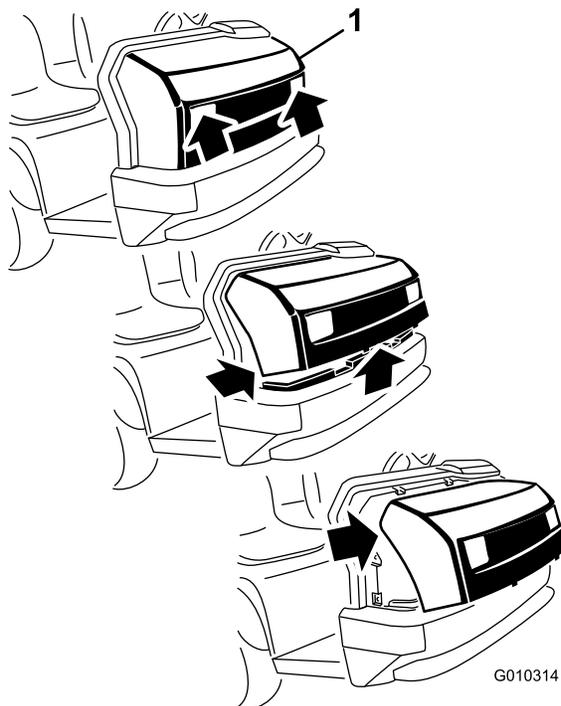

Figure 47
- Saisissez le capot par les ouvertures des phares et soulevez-le pour dégager les pattes de fixation inférieures des fentes du cadre (Figure 47).
- Faites pivoter le bas du capot vers le haut jusqu'à ce que vous puissiez dégager les pattes de fixation supérieures des fentes du châssis (Figure 47).
- Pivotez le haut du capot en avant et débranchez les connecteurs des fils des phares (Figure 47).
- Insérez les pattes de fixation supérieures dans les fentes du châssis (Figure 47).
- Insérez les languettes de montage inférieures dans les fentes du cadre (Figure 47).